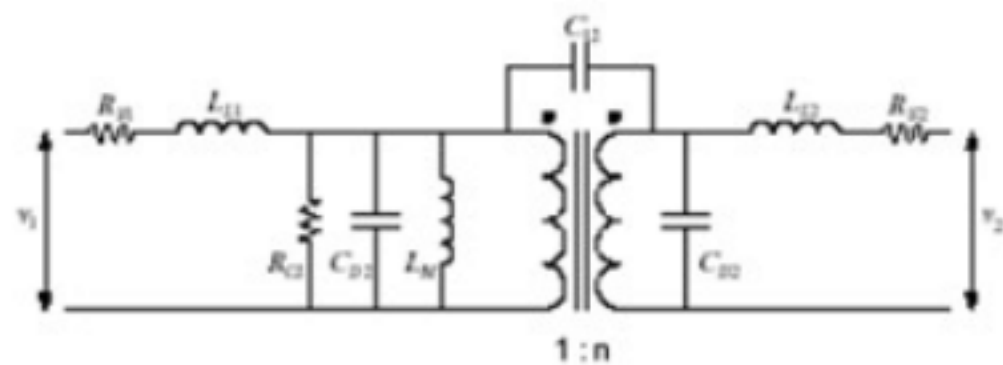

图 15: 变压器等效电路
- 1. 开路电感 (OCL) : Open Circuit Inductance ，图 15 中的